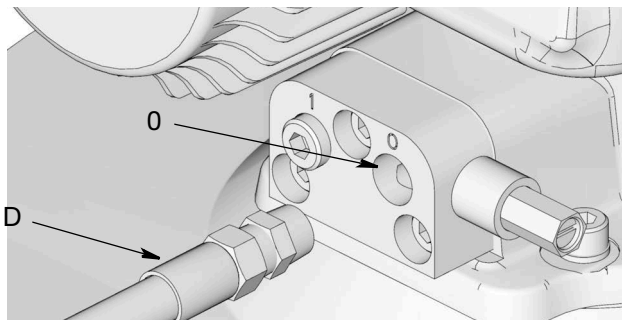

图 11: 润滑剂输出接头
- 8. 连接定时器/控制器 (F) (用户提供, 若使用)。
- 9. 将高压润滑剂供应管路 (D) 连接到排气阀或歧管的润滑剂输出接头 (O) 上 (图 11)。